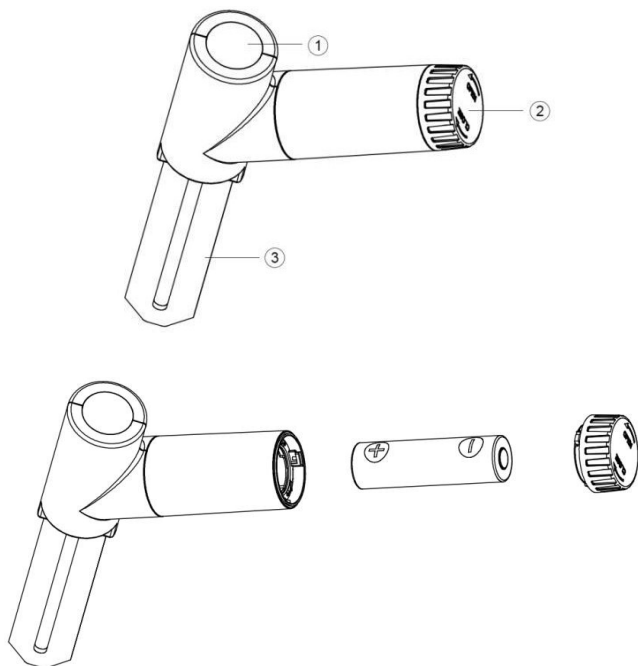

Abbildung 1
1. Öffnen Sie den Batteriefachdeckel des Bodenfeuchtesensors wie in Abbildung 1 dargestellt.